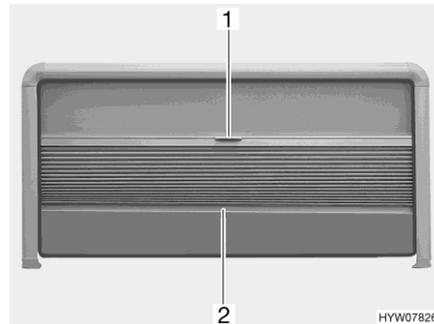

Fig. 47 Dispositif occultant plissé et moustiquaire (fenêtre projetante)
- Saisir la tige de fermeture (Fig. 47,2) du dispositif occultant plissé par le milieu et tirer avec précaution vers le bas.
- Maintenir la tige de fermeture (Fig. 47,2) du dispositif occultant plissé par le milieu et pousser ce dernier avec précaution vers le haut.
- Tirer la moustiquaire vers le bas en la maintenant par la poignée (Fig. 47,1).
- Pousser la moustiquaire à fond vers le haut en la maintenant par la poignée (Fig. 47,1).